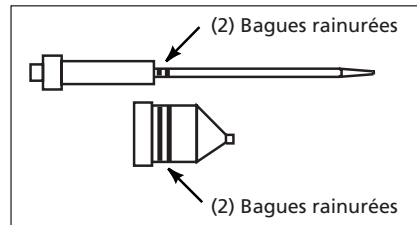

Fig. 4 - Néc. d'aiguille pour matériel épais
4. L'aiguille et buse pour matériel épais ont 2 bagues rainurées, indiquées sur la Figure 4 ci-dessous.